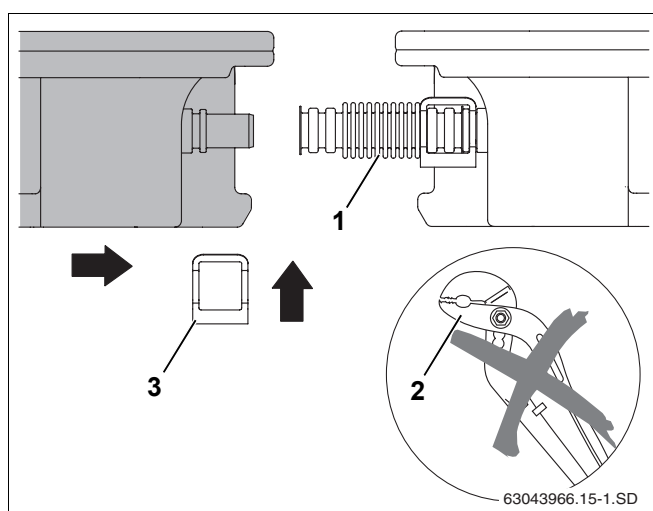

Рис. 49 Придвинуть второй коллектор к первому
- Не применяйте никаких инструментов, такие как плоскогубцы и др. (рис. 49, **поз. 2**). Они могут повредить гофрированную трубу.
- Второй коллектор придвинуть к первому так, чтобы его штуцеры попали в уже установленные гофрированные трубы (рис. 49, **поз. 1**) первого коллектора.
- Установить зажимы (рис. 49, **поз. 3**) на гофрированные трубы на штуцерах второго коллектора.